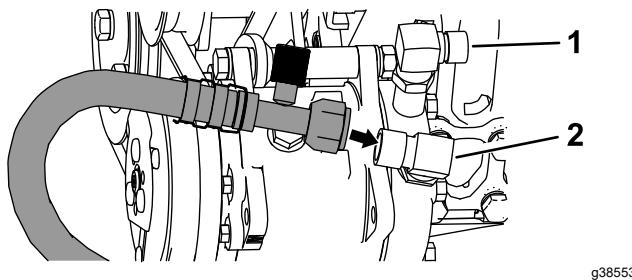
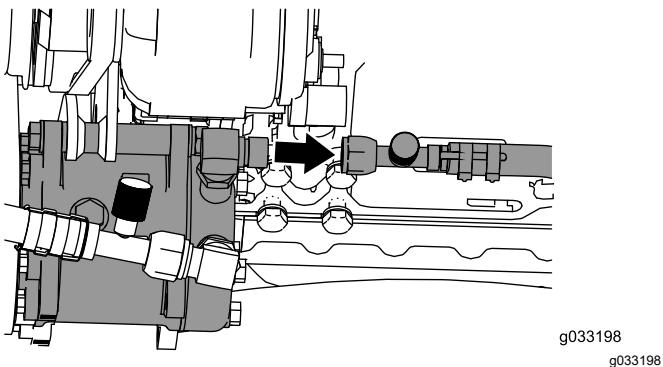

Bild 40
Bild 41
Hinweis: Achten Sie darauf, dass die Anschlussstücke in den unter Bild 40 und Bild 41 angegebenen Winkeln eingebaut werden.
1. Schließen Sie den Niedrigdruckschlauch der Klimaanlage (7/8") von der Kabine am rechten Winkelanschlussstück (7/8") an, wie in Bild 40 abgebildet.
3. Schließen Sie den Hochdruckschlauch der Klimaanlage (3/4") von der Kabine am rechten Winkelanschlussstück (3/4") an, wie in Bild 41 abgebildet.